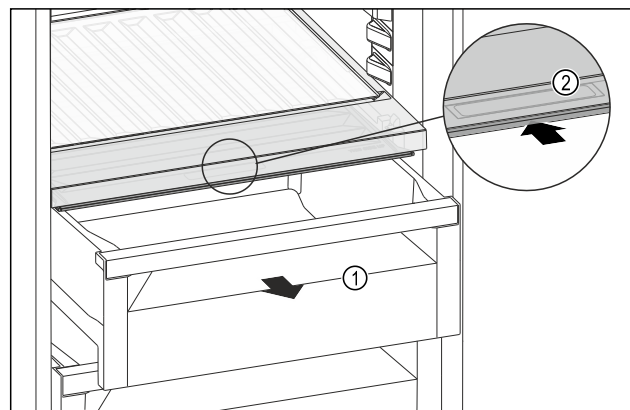

Fig. 171
- ▶ Retirer le tiroir Fig. 171 (1).
- ▶ Saisir la poignée encastrée Fig. 171 (2) du couvercle du compartiment et pousser le couvercle du compartiment vers l'arrière.